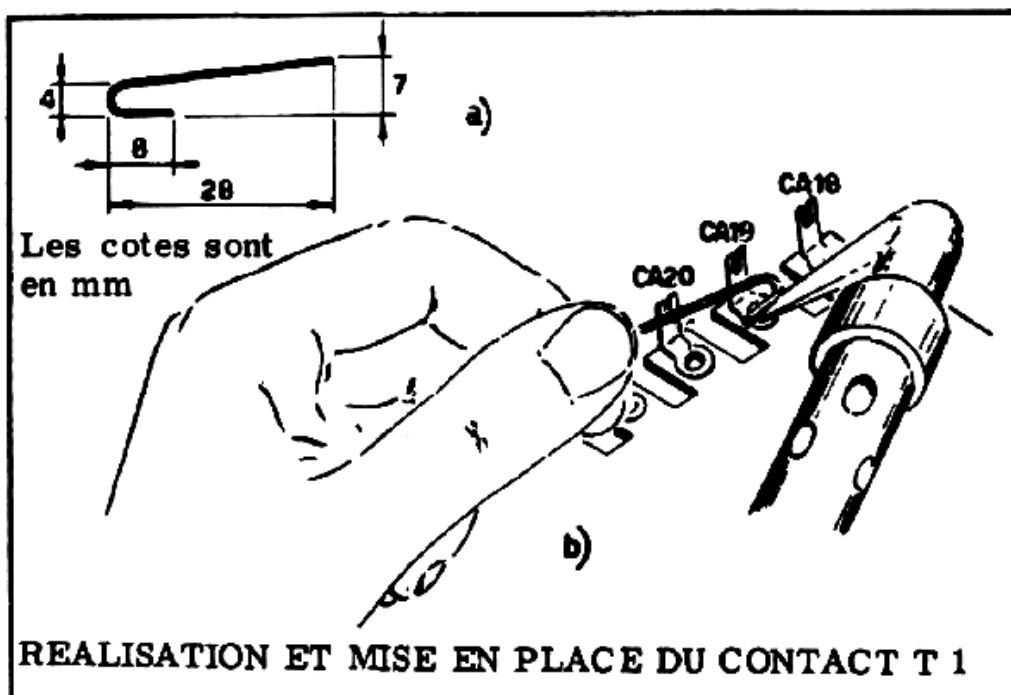

Figure 7
Coupez deux morceaux de fil de cuivre nu étamé de 4 cm de long et façonnez-les comme le montre la *figure 7 - a* ; pour en replier les extrémités utilisez la clé comme pour les pontets. Les deux contacts peuvent être soudés sur la plaquette.
m) Soudez un des contacts sur l'oeillet de la cosse CA19 (nous nommerons ce contact T1). Pour faire convenablement cette opération, étamez d'abord abondamment l'oeillet de la cosse, et ensuite appuyez dessus l'extrémité repliée du contact, comme le montre la *figure 7 - b*. Maintenez entre deux doigts l'extrémité libre du contact (protégez-vous les doigts avec un chiffon) et faites fondre l'étain déposé sur l'oeillet avec la panne du fer à souder. Dès que vous constaterez que l'étain est fondu, retirez le fer à souder, tout en continuant à maintenir fermement le contact jusqu'à solidification complète de l'étain.